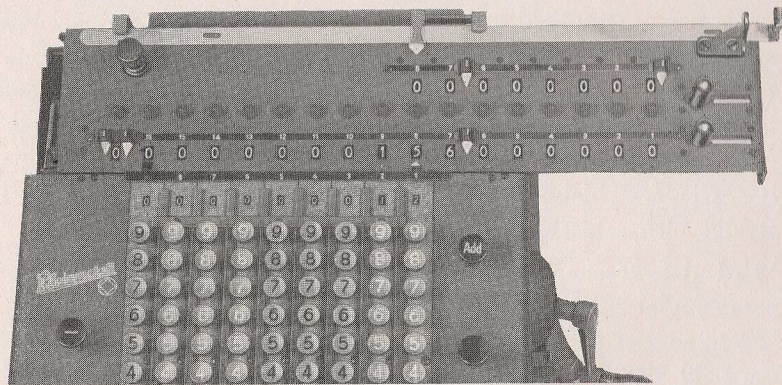

Abbildung 6
s. Abb. 6 (Dividend) (Divisor) (Quotient)
Lösung: Die Lösung ist die gleiche wie bei dem Beispiel 1, jedoch zeigt der Divisor (Abbildung 6) 12,65, der Dividend 3454,3400000. Nach Einstellung dieser beiden Faktoren und Festlegen der zugehörigen Kommas wird die schon oben erläuterte Subtraktion $7 - 2 = 5$ vorgenommen und das so bestimmte Komma im Quotientenwerk eingesetzt. Jetzt wird wieder die Minustaste (20) eingerastet, und die nun folgende Durchführung der Division ist genau so einfach wie bei Behandlung der in Aufgabe 1 gegebenen kleinen Zahlen. Ergebnis: 273,07035.